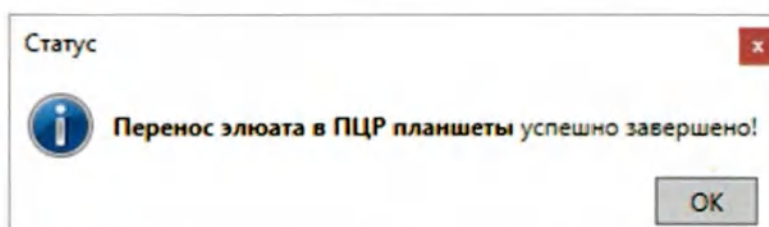

Рис. 53. Информационное окно с сообщением о завершении дозирования из DWP в ПЦР планшеты.
Введите название и/или описание генерации планшетов в соответствующем поле окна (Рис.53). Нажмите кнопку Сохранить генерацию. Откроется диалоговое окно «Печать», если необходима печать электронного ПЦР планшета – нажмите кнопку Печать (в этом содержимое окна будет распечатано), если нет – нажмите кнопку Отмена.
6.6.4. По окончании переноса элюата в ПЦР планшеты откроется информационное окно о завершении дозирования в ПЦР планшетах (Рис. 53).